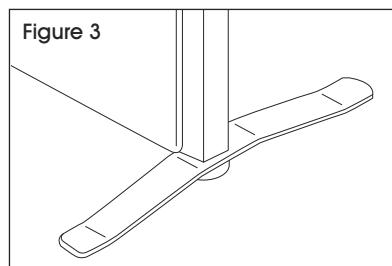

Figure 3
(See Figure 3)
3. Serrez le patin de nivellation et l'écrou à l'aide de la clé. (Voir Figure 3)